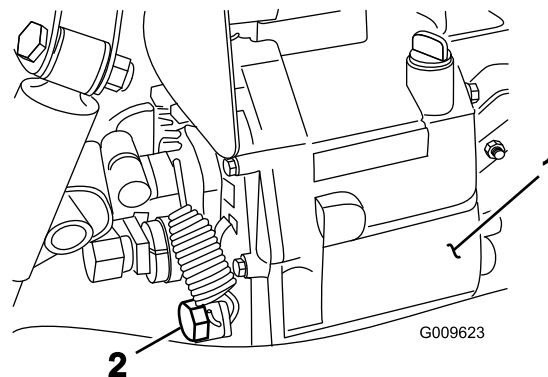

Figura 71
2. Retire o tampão de escoamento da parte lateral do reservatório e deixe o fluido hidráulico escorrer para o recipiente (Figura 71).